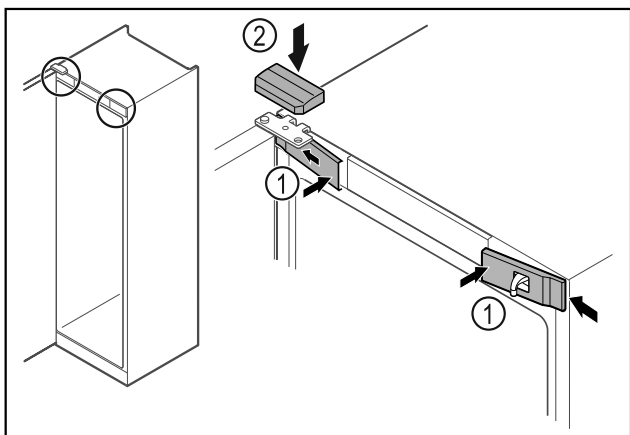

Fig. 50
- Przednie osłonki Fig. 50 (1) założyć z boku i zaczepić.
- Górną osłonkę Fig. 50 (2) zaczepić od góry.